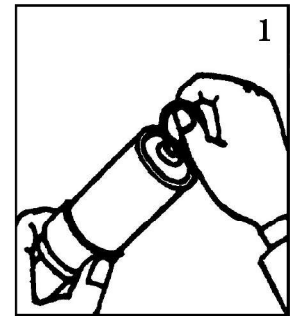

図2
2. 2 点火に際しては、は手又は筒体の下部を握り、なるべく顔から離して引環を下方に押し付けるようにするとふた板が外れます。ついでその端を顔と反対方向に向け、引環を一挙に引抜くと点火します。（図2）